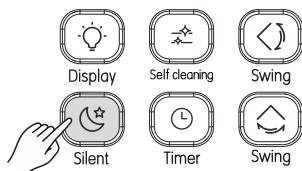

Abb. 3.14
- 1) Wenn sich das Gerät im Kühl- oder Heizmodus befindet, wird der leise Lauf durch Drücken von  (siehe Abb. 3.14) eingeschaltet. Im Display erscheint das Symbol .